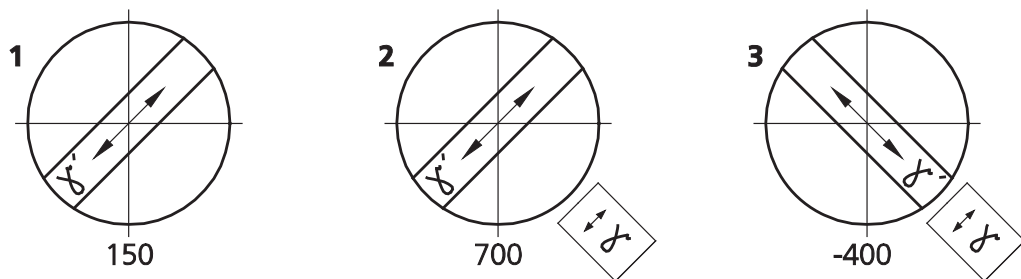
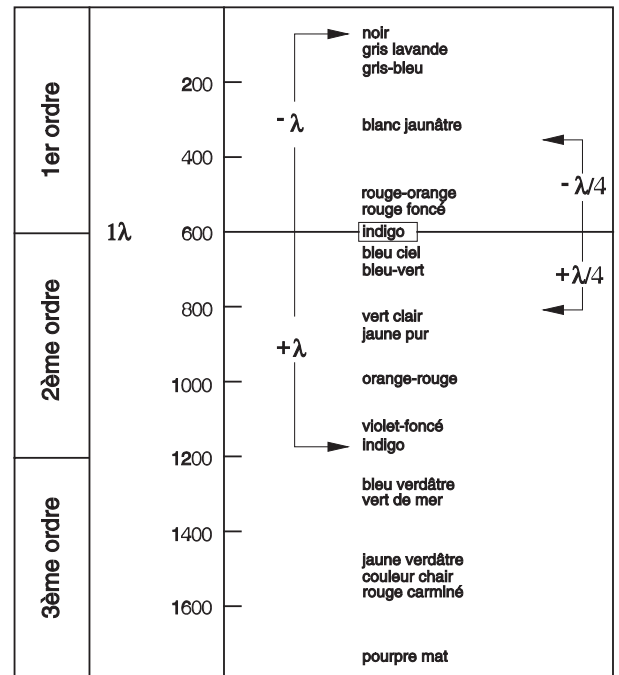

Fig. 4-7 Détection de la direction de vibration  $n_\gamma$  à l'exemple d'une fibre synthétique
Fig. 4-8 Représentation schématique de l'échelle des couleurs de Michel-Lévy
- Continuez à tourner la platine d'environ 45° pour amener l'axe longitudinal de la fibre dans la direction NE-SO (Fig. 4-8). Dans cette position (diagonale), la préparation est observable avec la plus grande luminosité. Elle peut apparaître dans n'importe quelle couleur.
La différence de marche est la plus grande lorsque la direction de vibration de la préparation avec l'indice de réfraction maximum absolu ou relatif ( $n_\gamma$  ou  $n_{\gamma'}$ ) est parallèle à la direction de vibration maximale du compensateur  $\lambda$ . La préparation apparaît alors en vert-bleu par exemple (Fig. 4-7/2).
La différence de marche est la plus petite lorsque la direction de vibration de la préparation avec l'indice de réfraction minimum absolu ou relatif ( $n_\alpha$  ou  $n_{\alpha'}$ ) est perpendiculaire à la direction de vibration du compensateur  $\lambda$ . La préparation apparaît alors en jaune par exemple (Fig. 4-7/3).
La couleur gris-blanc qui, dans l'exemple ci-dessus, apparaît tout d'abord en position "éclairé" (Fig. 4-7/1) correspond dans l'échelle des couleurs de Michel-Lévy (Fig. 4-8) à une différence de marche de 150 nm.